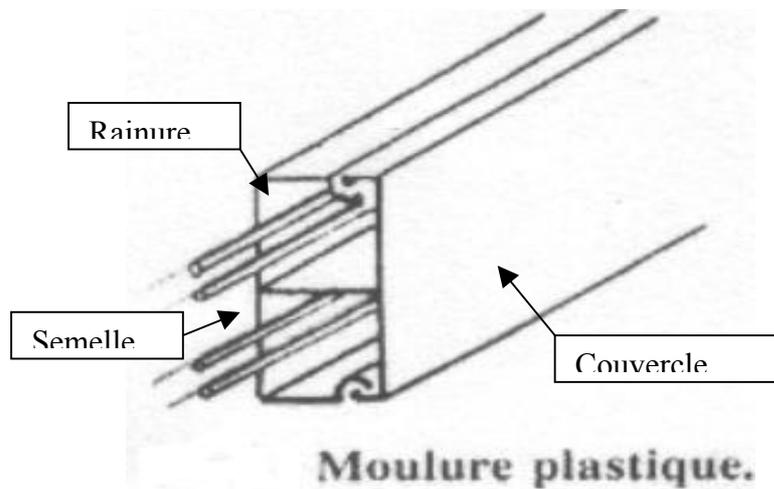

Figure 6.1– La moulure plastique
a) **La moulure plastique** :(voir figure 6.1)